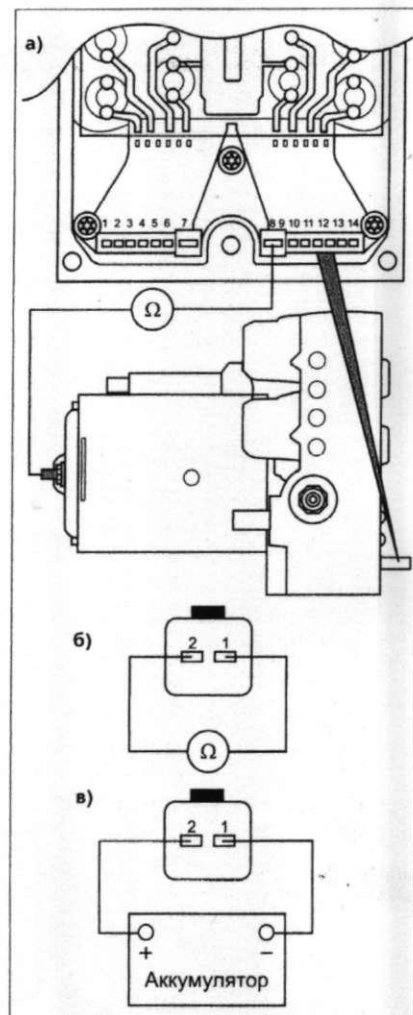

Рис. 7. Проверка насоса НМ
— при отключенном зажигании отсоединяют 14-контактный (для автомобилей 96-97 г.в., см. рис. 7а) или 2-контактный (для автомобилей 98-00 г.в.) разъем НМ;
– измеряют сопротивление между «землей» НМ и конт. 8 разъема НМ (для автомобилей 96-97 г.в.) или между конт. 1 и 2 разъема НМ (для автомобилей 98-00 г.в., см. рис. 7, б), его величина должна быть в пределах 0,1...1 Ом;
– если на конт. 8 разъема НМ (или на конт. 1 и 2 для моделей 98-00 г.в.) подать напряжение +12 В (рис. 7в), насос должен включиться. Чтобы не повредить двигатель насоса во время проверки, время его включения не должно превышать 10 секунд.